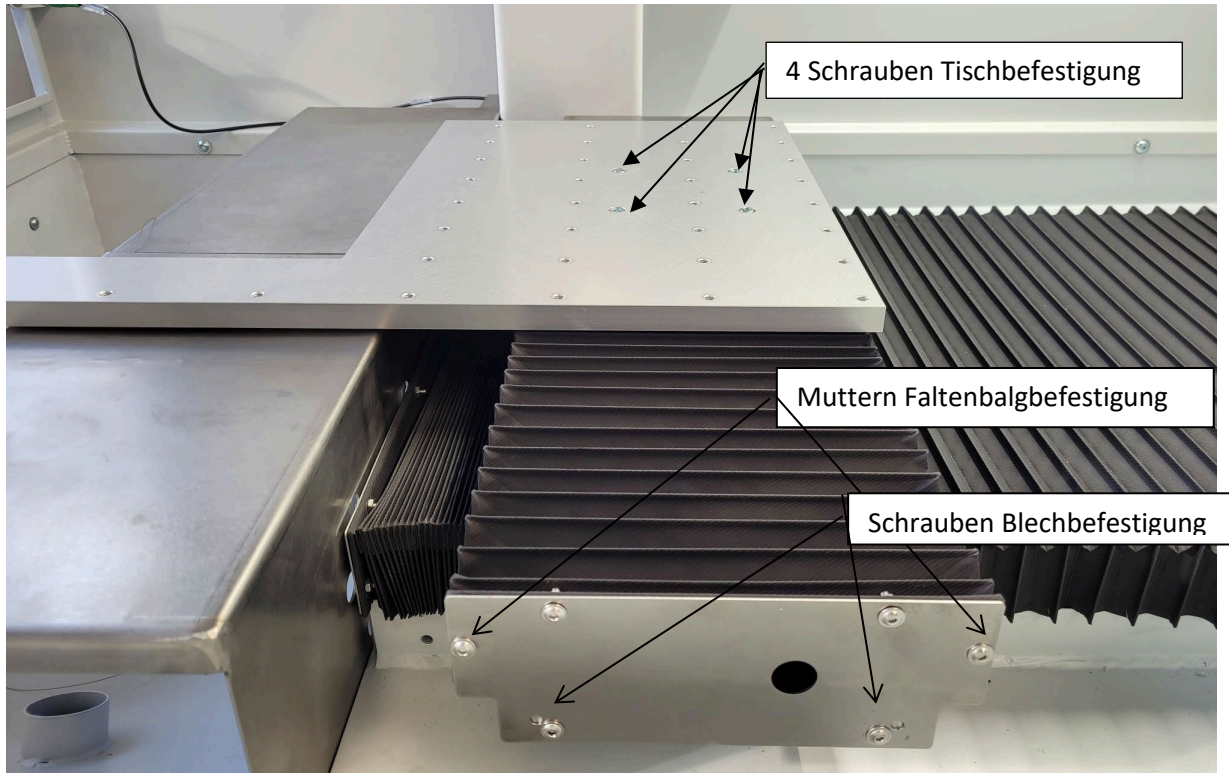

Abbildung 45 X und Y-Achse mit Tisch
1. Tisch entfernen: 4 Schrauben entfernen Abb. 45 X Achse
2. Faltenbalg vorn lösen 4 Muttern Abb. 45 X Achse
3. Faltenbalg hinten lösen (2 Schrauben) Abb. 45, Faltenbalg nach vorn über Führungen abstreifen.